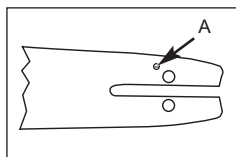

Fig. 3A
Om er zeker van te zijn dat het zwaard en de ketting geolied worden, mag u **UITSLUITEND HET OORSPRONKELIJKE ZWAARD GEBRUIKEN**, dat voorzien is van een uitsparing om olie door te laten (A) zoals hieronder (Fig. 3A) getoond wordt.